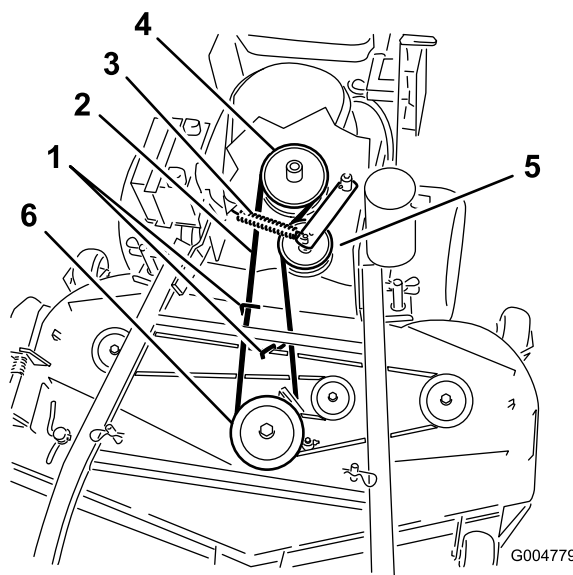
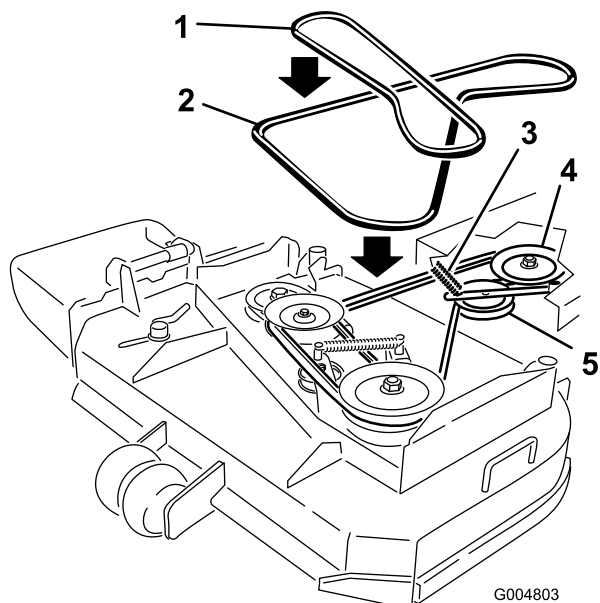

Figure 64
Figure 65
6. Retirez la courroie de la poulie centrale sur le plateau de coupe (Figure 64). Reportez-vous à la Figure 65 pour enlever la courroie de la poulie gauche sur un plateau de coupe de 36 pouces. Procédez avec précaution lors du retrait de la courroie, car la tension est augmentée par la poulie de tension rappelée par ressort.
7. Retirez la courroie de la poulie de moteur et la poulie de tension rappelée par ressort (Figure 64). Reportez-vous à la Figure 65 pour déposer la courroie des poulies sur le plateau de coupe de 36 pouces.
8. Placez une courroie neuve sur la poulie de moteur et la poulie de tension rappelée par ressort (Figure 64).
9. Installez la courroie sur la poulie centrale du plateau de coupe (Figure 64). Procédez avec précaution lors de la repose de la courroie, car la tension est augmentée par la poulie de tension rappelée par ressort. Reportez-vous à la Figure 65 pour installer la courroie sur la poulie gauche sur un plateau de coupe de 36 pouces.
11. Réglez l'écartement entre le guide et la courroie à 3 mm (1/8 po) pour les plateaux de coupe de 40, 48 et 52 pouces (Figure 64).